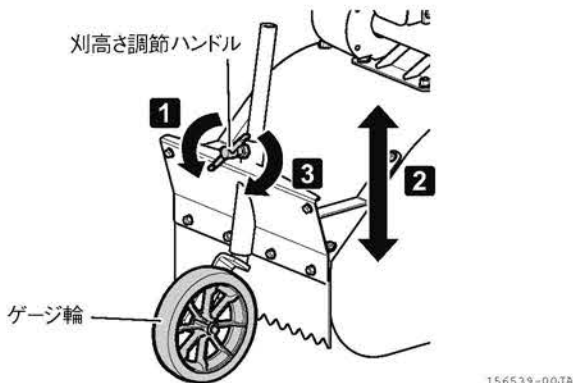

図 3-2 刈高さ調節ハンドル
2. 刈高さ調節ハンドルをゆるめて、ゲージ輪を希望の刈高さに調節します。(図 3-2)
3. 刈高さ調節ハンドルを締め込んで、ゲージ輪の高さを固定します。(図 3-2)